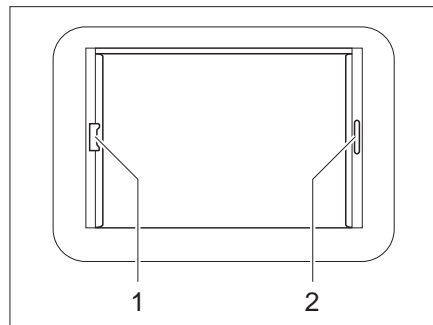

Bild 49 Heki-Dachhaube, Rollo-Verriegelung
- Faltverdunklung am Griff (Bild 49,2) ausziehen und an gewünschter Position loslassen. Die Faltverdunklung bleibt in dieser Position stehen.
- Insektenschutzrollo am Griff (Bild 49,1) zum gegenüberliegenden Griff der Faltverdunklung (Bild 49,2) ziehen und einrasten lassen.
- Griff des Insektenschutzrollos hinten nach oben drücken und Insektenschutzrollo an der Faltverdunklung (Bild 49,2) aushängen.